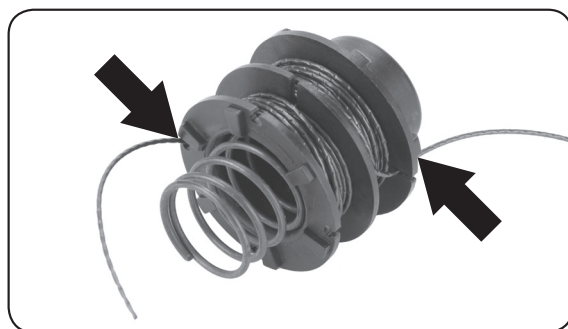

Abb. 10
4. Nach dem Aufwickeln der gesamten Fadenlänge befestigen Sie die beiden losen Enden in den Kerben an den gegenüberliegenden Seiten der Spule so, dass diese beiden Enden in der Spule gegeneinanderliegend befestigt sind, siehe Abb. 10. Die Befestigung der Fadenenden ist ganz wichtig, damit sich der auf der Spule fest aufgewickelte Faden nicht ausrollt.